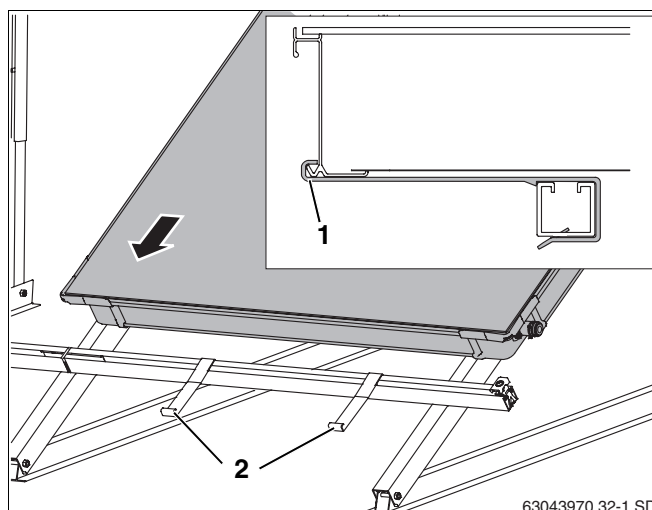

Fig. 45 Posizionamento del primo collettore sulle guide profilate
- ▶ Posare il primo collettore sulle guide profilate e farlo scivolare nelle sicurezze anti scivolamento (fig. 45, **pos. 2**) (fig. 45).
Il bordo inferiore del collettore deve trovarsi nell'apertura della sicurezza anti scivolamento (fig. 45, **pos. 1**).